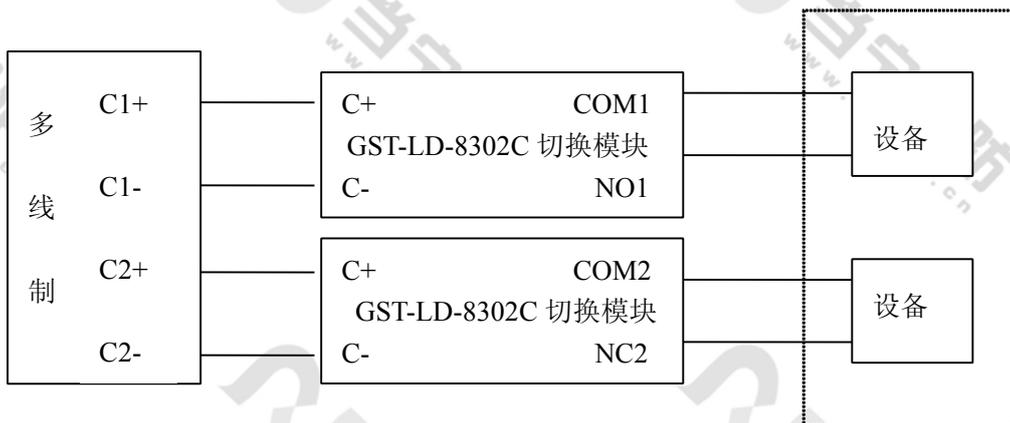

图 12
c. 对需启、停双命令控制的设备需占用两路多线制，一路做启动控制，另一路做停动控制，输出设备为脉冲输出方式。用控制盘两路输出控制设备示意图如图 12。